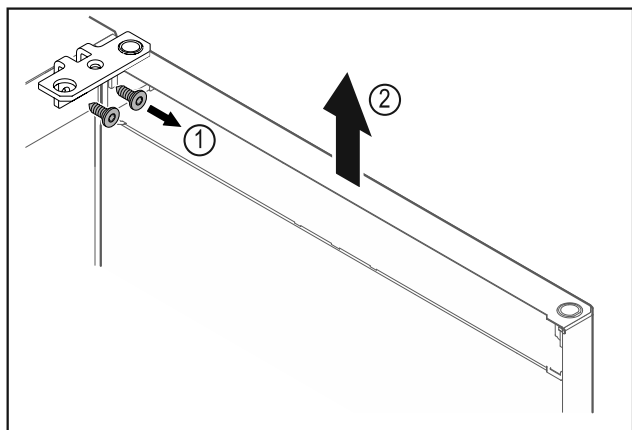

Fig. 13
- Odvrnite kutne šarke Fig. 13 (1).
- Dignite vrata s kutnim šarkama Fig. 13 (2) cca 200 mm ravno prema gore i skinite ih.